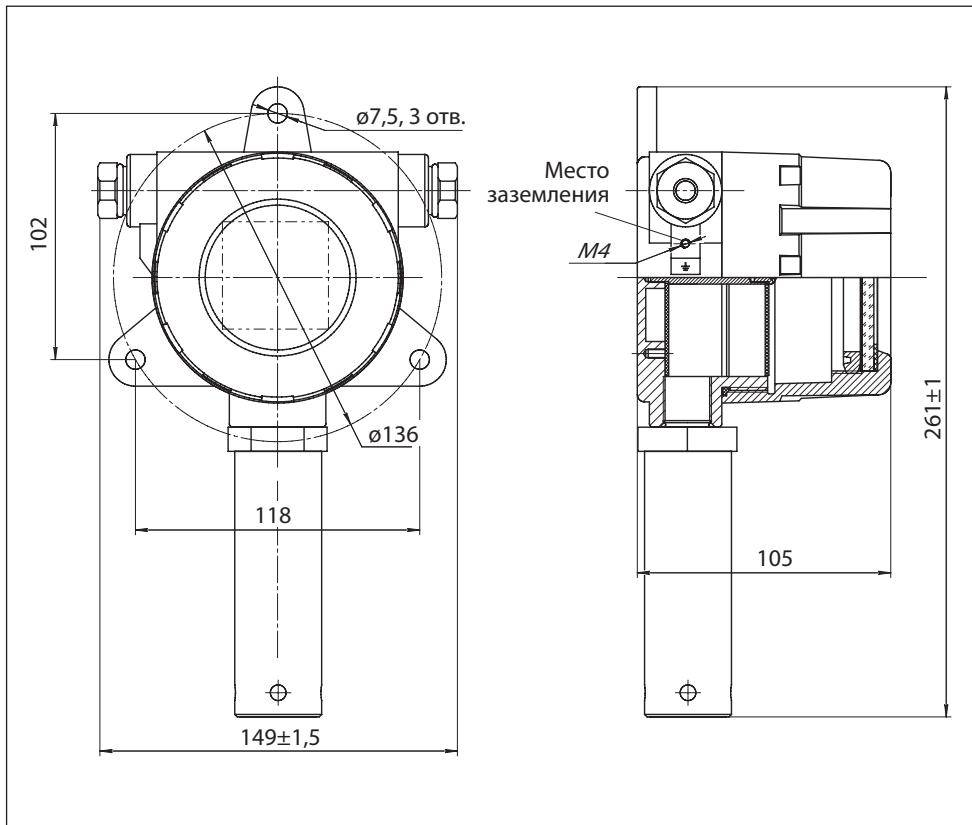
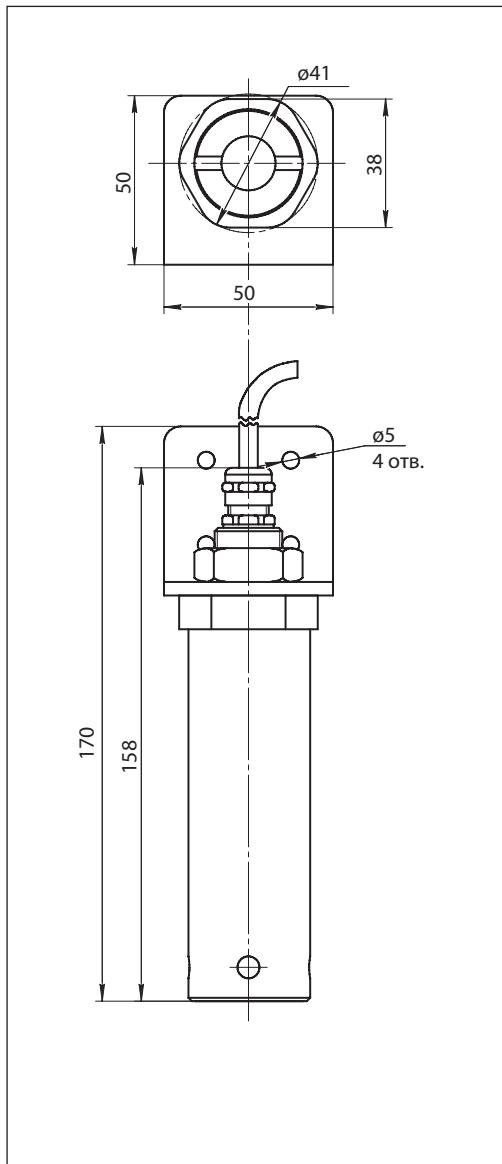

Рис.8. Габаритный чертеж газоанализатора "Сенсон-СВ-5021"
Рис.9. Габаритный чертеж выносного измерительного модуля газоанализатора "Сенсон-CB-5021"
ГА необходимо располагать так, чтобы интерфейсный модуль с ИСМ был направлен вертикально вниз (рис.8). Это препятствует попаданию влаги, пыли и посторонних предметов на фильтр газоанализатора. Наиболее простой способ монтажа – крепление к стене с помощью отверстий на фланце прибора, согласно рис.8 и 9. Выносной интерфейсный модуль крепится на кронштейне и также располагается вертикально, крышкой вниз (рис.9).
15. Подключите провод заземления к корпусу газоанализатора, согласно рис.8.